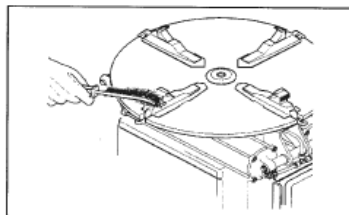

Рис. 37
C. Очистите зубья зажимов проволочной щеткой, проверьте состояние пластмассовых вставок для защиты диска, и, при необходимости, замените их новыми (рис. 37).